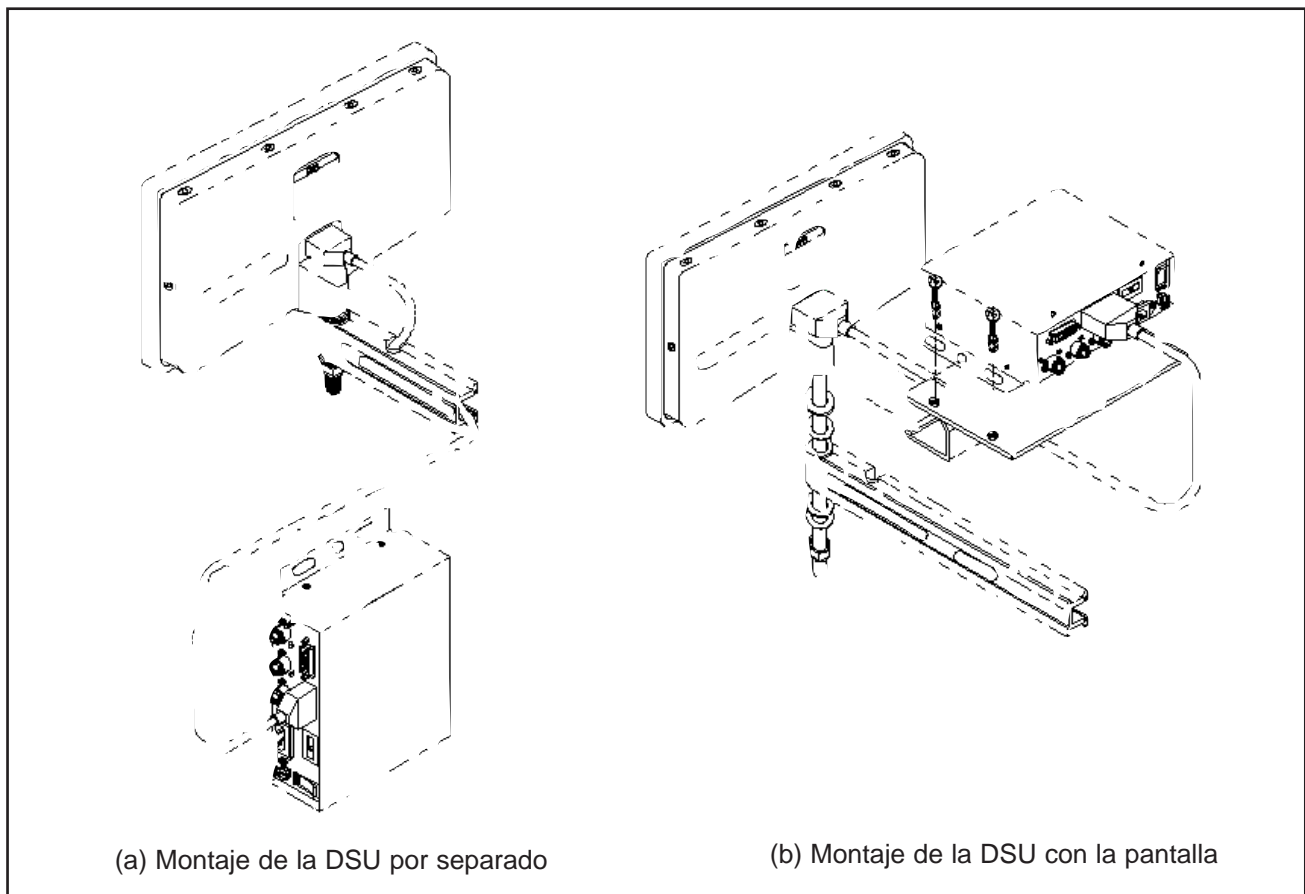

Figura 2.1 - Procedimientos para el Montaje
2.1.1 Pantalla y unidad emisora digital (DSU) montadas separadamente (Figura 2.1 a)
Sírvanse tener en cuenta, tal como se indica en la Figura 2.1, que los conductores eléctricos de la red de suministro y de los transductores deberán quedar situados por debajo de la DSU para evitar toda penetración de líquido refrigerante.
2.1.2 Pantalla y unidad emisora de datos (DSU) montadas juntas (Figura 2.1 b)